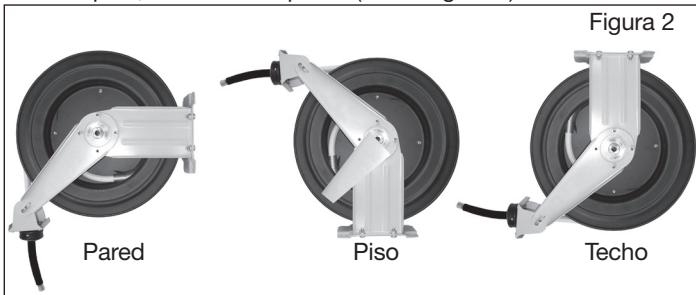

Figura 2
- Elija un lugar de montaje que esté libre de cableado eléctrico u otras obstrucciones y que sea lo suficientemente resistente para soportar el peso del carrete de manguera y de la manguera, así como la fuerza que se usa para desenrollar la manguera y retraerla. El carrete de manguera se puede montar en el piso, el techo o la pared (vea la figura 2).